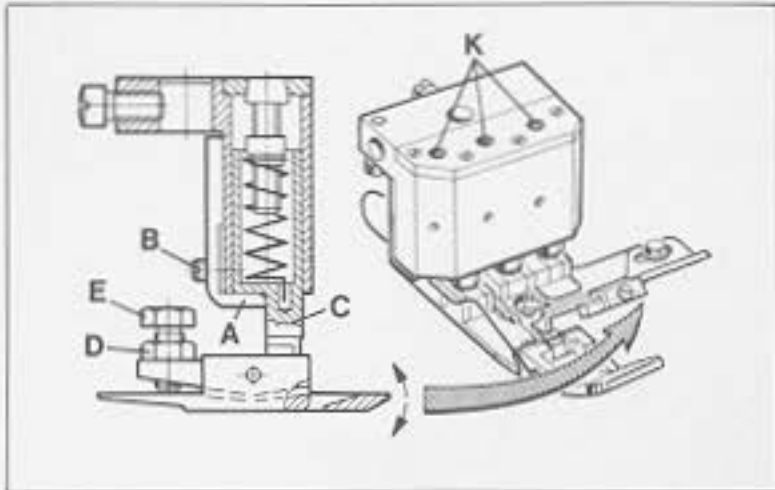

Fig. 47
The tipping angle of the presser foot bottom in the middle is adjustable. For adjustment remove the presser foot, loosen nut (D, Fig. 47) and adjust with screw (E) the required tipping angle. Retighten nut (D).
With the six screws (B, Fig. 47) the stop plate (A) for the three guides (C) for the two presser foot bottoms and the yielding section is adjusted so the bottoms and the yielding section will spring freely but do not turn laterally.
Der Kippwinkel der mittleren Drückerfußsohle ist einstellbar. Bauen Sie zur Einstellung den Drückerfuß aus. Lösen Sie die Mutter (D, Fig. 47) und stellen Sie mit der Schraube (E) den gewünschten Kippwinkel ein. Ziehen Sie die Mutter (D) wieder an.
Mit den sechs Schrauben (B, Fig. 47) wird die Anschlagplatte (A) für die drei Führungen (C) der beiden Drückerfußsohlen und des Seitenteils so eingestellt, daß Sohlen und Seitenteil frei federn aber sich seitlich nicht verdrehen können.